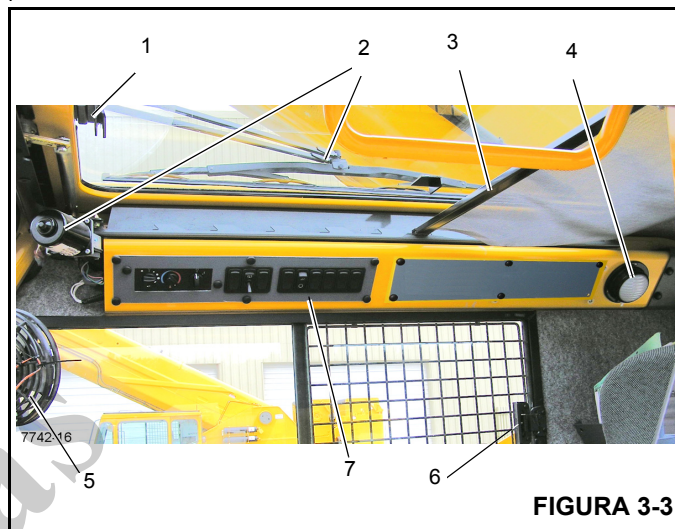
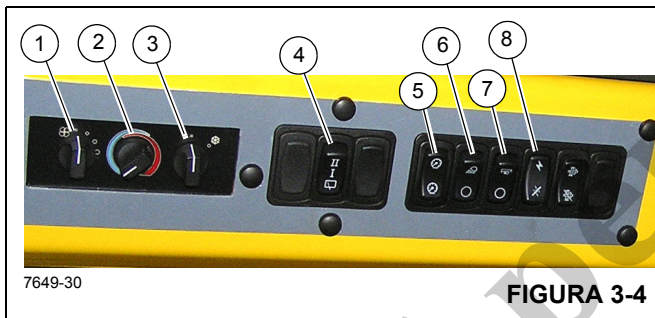

FIGURA 3-3
FIGURA 3-4
A trava do teto solar (1, Figura 3-3) localiza-se na frente do teto solar. Aperte a trava e deslize a janela para trás para abrir. Para fechar, deslize a janela para trás até que a trava encaixe.
O limpador do teto solar (2, Figura 3-3) é controlado pela chave do teto solar, (4, Figura 3-4) e é operado pelo motor do limpador.
O protetor do teto solar (3, Figura 3-3) é usado para diminuir a incidência direta da luz do sol. O protetor é autorretrátil e pode ser ajustado para filtrar toda a luz ou ajustado para trás, encaixando-o nos entalhes existentes.
A luz de teto da cabine (4, Figura 3-3) localiza-se no canto traseiro direito do console do teto da cabine e ilumina a cabine. A luz de teto é controlada por uma chave na própria luz.
O ventilador de circulação da cabine (5, Figura 3-3) localiza-se no lado dianteiro esquerdo da cabine, acima da estrutura da janela. Uma articulação permite que o ventilador gire e uma chave em sua base controla a operação. A chave possui as posições ALTA, BAIXA e DESLIGADA.
A janela do lado direito da cabine pode ser aberta. Aperte a trava (6, Figura 3-3) para liberar e deslize para a frente. Para fechar, deslize a janela para trás até que a trava encaixe.
Números dos itens da Figura 3-4
A chave do ventilador do aquecedor/ar-condicionado (1), Figura 3-4 controla a rotação do ventilador da cabine. A chave de rotação do ventilador controla o volume de saída do ar aquecido (ou a saída do ar refrigerado) do ventilador. Os ajustes são DESLIGADO, BAIXO, MÉDIO e ALTO.
A chave de controle do aquecedor (2) Figura 3-4 controla a intensidade da temperatura de aquecimento. Gire a chave à
A chave do ar-condicionado (3) Figura 3-4 controla a operação do sistema de ar-condicionado opcional. Os ajustes são DESLIGADO (O) e LIGADO (I).
O limpador do teto solar acionado eletricamente é instalado para retirar a umidade do teto solar. O limpador do teto solar é controlado pela chave do limpador do teto solar (4) Figura 3-4. É uma chave de 3 posições Desligada/Baixa velocidade/Alta velocidade.
A chave reguladora da luz do painel (5) Figura 3-4 controla a iluminação dos controles do teto do aquecedor/ar-condicionado e do indicador de temperatura do óleo da transmissão (4) Figura 3-8. Pressione a chave para aumentar ou diminuir a iluminação do painel.
A chave das luzes de trabalho (6, Figura 3-4) controla as luzes de trabalho do guindaste montadas na parte inferior dianteira da cabine da superestrutura. Pressione a parte superior da chave para ligar as luzes de trabalho. Pressione a parte inferior da chave para desligar as luzes de trabalho.
A chave das luzes da lança (7) Figura 3-4 localiza-se no painel lateral do mostrador. Esta chave de duas posições (ON/OFF) controla a operação dos holofotes da lança. Pressione a parte superior da chave para ligar as luzes da lança, pressione a parte inferior da chave para desligar as luzes.
A chave de alimentação das funções do guindaste (8) Figura 3-4 localiza-se no painel lateral do mostrador. Esta chave de duas posições ON/OFF (LIGA/DESLIGA) permite que o operador desligue a energia das funções do guindaste acionadas pelos controladores remotos hidráulicos localizados nos apoios de braço. Posicionar a chave em OFF evita a operação acidental das funções devido a solavancos nos controladores durante um trajeto ou qualquer outra operação. Com a chave na posição Desligada, evita-se também a operação do guincho de alta velocidade.